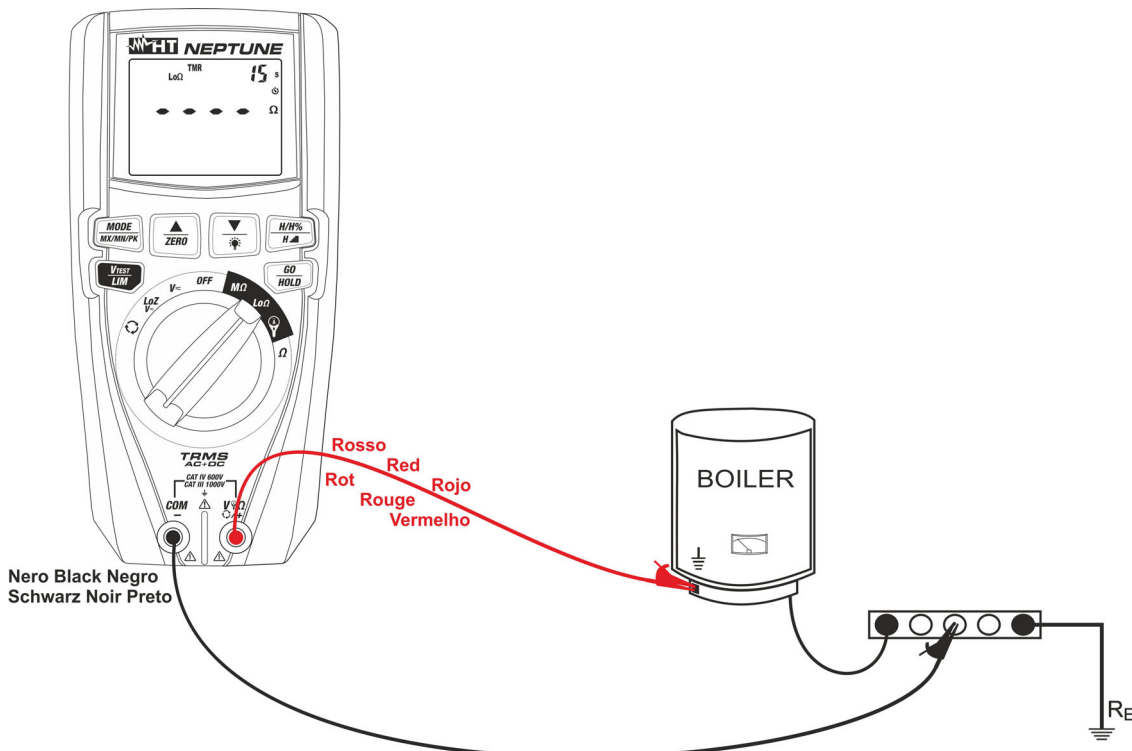

Fig. 29: Utilisation de l'instrument pour mesure de continuité en mode TMR
7. Introduire le conducteur rouge dans la borne d'entrée **V Ω /+** et le conducteur noir dans la borne d'entrée **COM/-** et brancher l'instrument à l'installation contrôlée (voir Fig. 29)